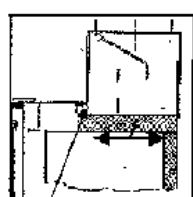

FIGURA 5
- Antes de encender la estufa asegúrese de haber retirado todos los materiales de transporte y embalaje (Ver figura 5)